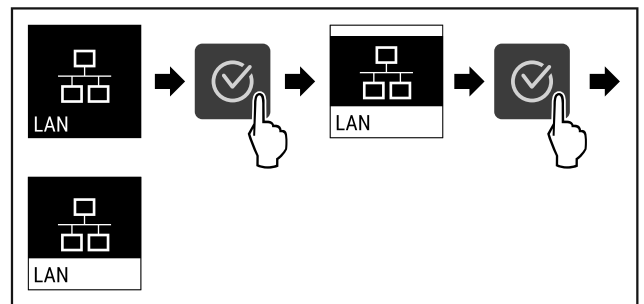

Fig. 82
- ▶ Εκτελέστε τα βήματα ενεργειών (βλέπε Fig. 82).